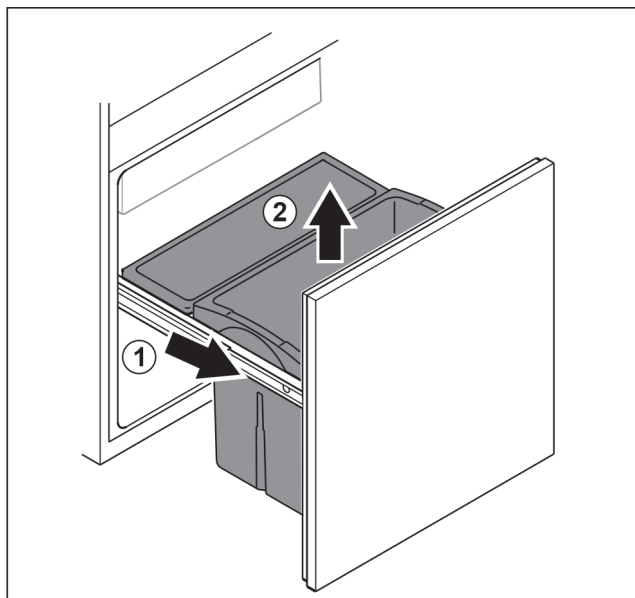

Fig. 100
- ▶ Vytiahnite vyťahovací vozík až na doraz. Fig. 100 (1)
- ▶ Odoberte zásuvku nahor. Fig. 100 (2)